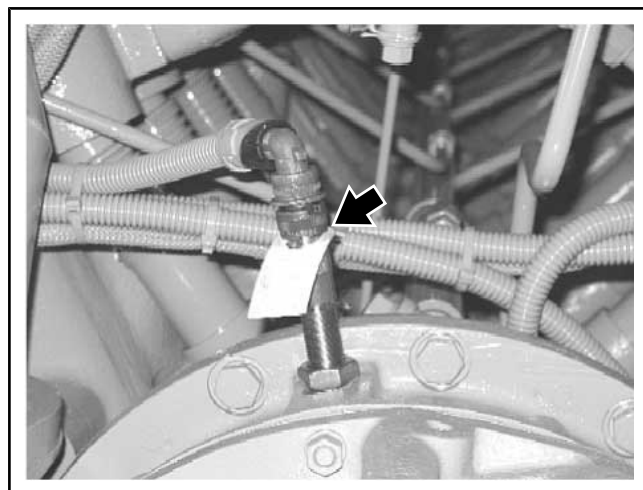

Рисунок 2.60-9: Датчик магнитных импульсов распределительного вала IPM
1. Датчик магнитных импульсов распределительного вала расположен сверху передней части двигателя (см. Рисунок 2.60-9).